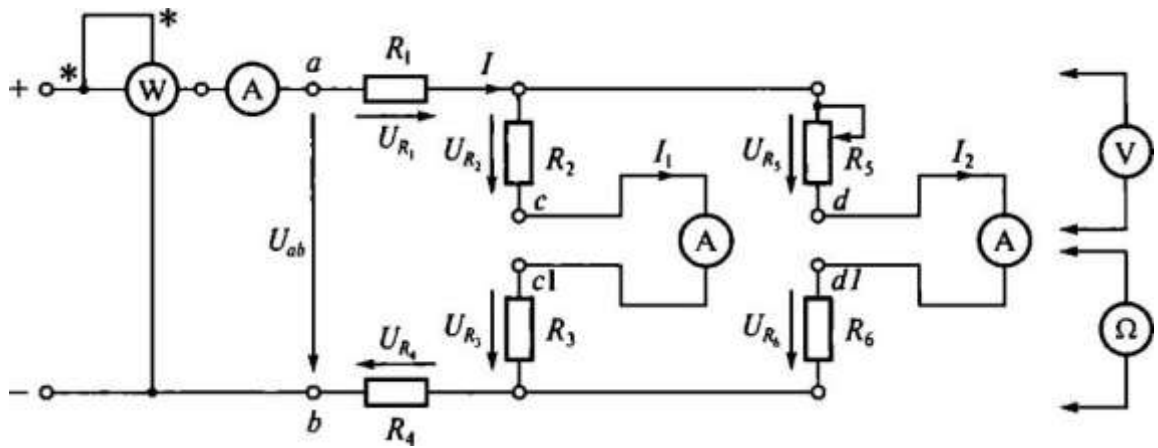

Рис. 3.1. Схема ЭЦ для проверки 1-го правила Кирхгофа
2. Записать в протоколе испытаний применительно к ЭЦ, показанной на рис. 3.1, выражения ш-ш закона Ома, 1-го и 2-го правил Кирхгофа, баланса мощностей.
3. В табл. 3.4 даны значения сопротивлений ЭЦ, приведенной на рис. 3.1. Напряжение питания U_{ab} задается преподавателем.